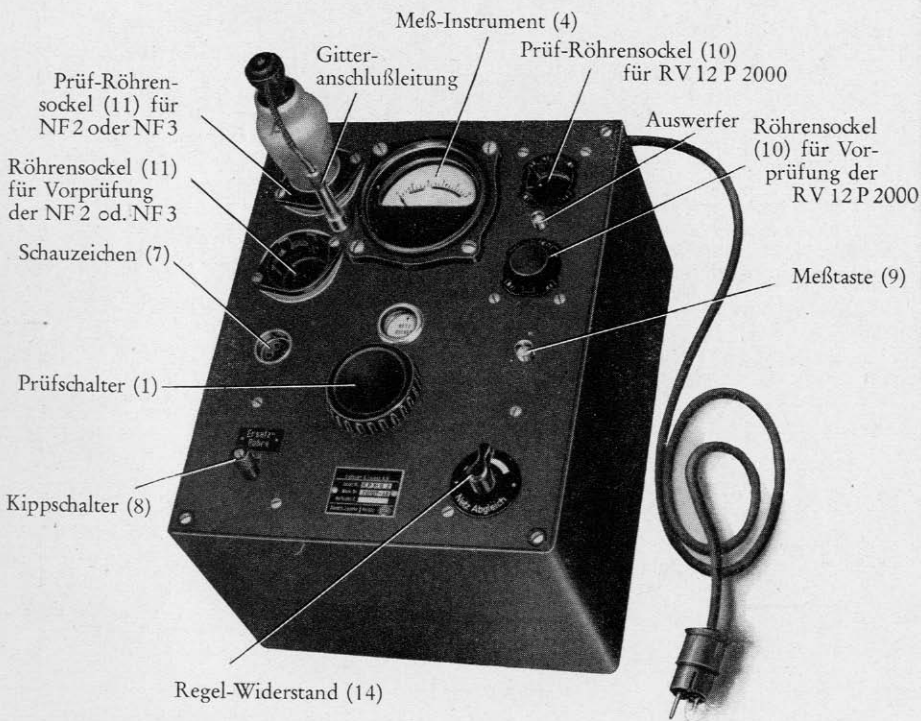

Abb. 1. Röhren-Prüf- und Meß-Gerät RPMG 2
Das Meß-Gerät ist in einem Leichtmetallkasten untergebracht. Auf der Deckplatte sind alle Einstellteile, Anschlüsse und Anzeigen angeordnet. Eine Außenansicht des Gerätes zeigt Abb. 1, auf der alles Wesentliche durch Hinweise erläutert ist. Neben den Hinweisen in () gesetzte
Die auf Abbildung 1 besonders gekennzeichneten Röhrensockel (10, 11) dienen zum Vorheizen der zu prüfenden Röhren und gestatten eine Kontrolle des Heizfadens auf Bruch mit Hilfe des Schauzeichens (7). Bei Wechselstrombetrieb wird die Heizspannung der Wicklung (3, 5) des Transformators (6) entnommen, bei Anschluß eines Ersatzröhren-Kabels dem Heizkreis des zu untersuchenden Gerätes.